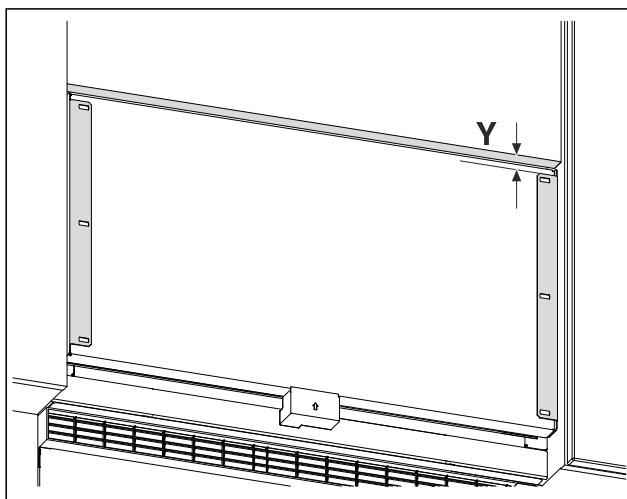

Fig. 25 Représentation à titre d'exemple
- Mesurer la distance Fig. 25 (Y) qui sépare le bord inférieur de la porte du meuble de l'équerre de fixation.